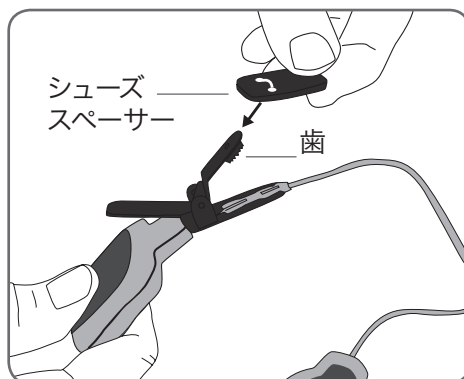

図 10 : シューズスペーサーを留め具にはめているところ
4. 必要に応じて送信器の留め具にシューズスペーサーをはめます(図 10 を参照)。シューズスペーサーをはめないと、留め具の歯で靴を傷つけることがあります。